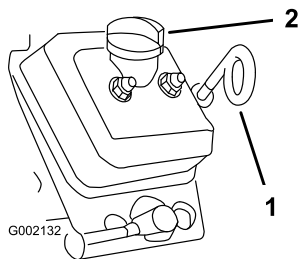

Bild 20
2. Reinigen Sie den Bereich um den Ölpeilstab (Bild 20), damit kein Schmutz in den Einfüllstutzen gelangen und den Motor beschädigen kann.